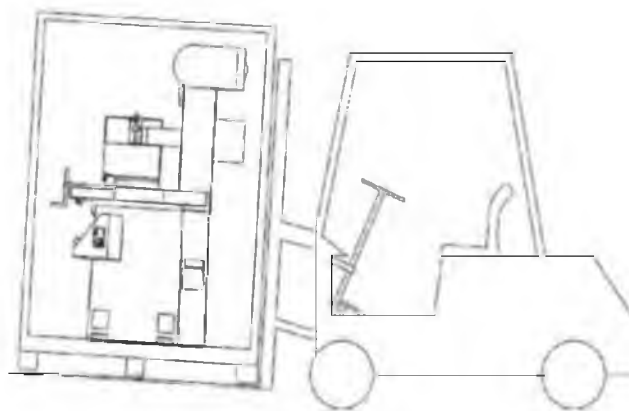

Рис.4.2.1
- (1) Вес брутто станка в упаковке составляет 970кг
- (2) Грузоподъемность погрузчика должна превышать вес перемещаемого груза.
- (3) Способ транспортировки показан на Рис.4.2.1, длина вилок погрузчика должна быть достаточной, чтобы они проходили по всей длине станка.
- (4) Не поднимайте упаковку выше чем на 120 мм.
- (5) Оператор погрузчика должен иметь соответствующую квалификацию и допуск к работам.